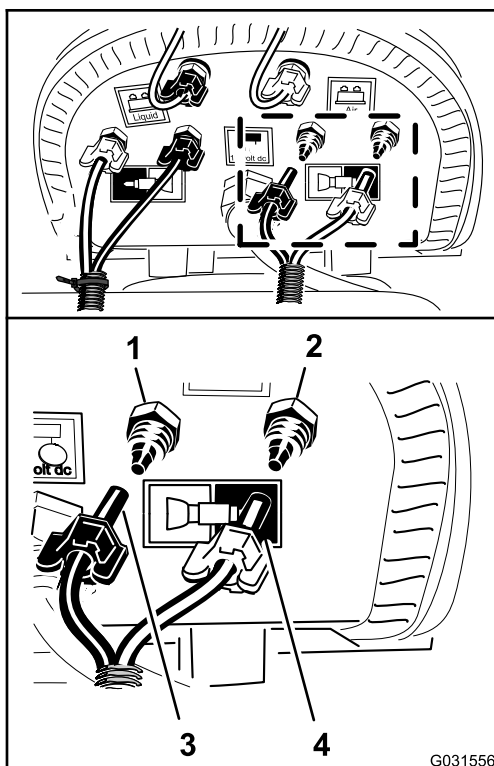

Рисунок 146
- Подсоедините немаркированную (без кабельной стяжки) трубку, надев синюю трубку левой секции опрыскивателя на обжимной фитинг водяного контура левой секции опрыскивателя (Рисунок 146).
6. Наденьте зажимную гайку трубки на фитинг и затяните гайку от руки (Рисунок 146).
7. Подсоедините прозрачную трубку левой секции опрыскивателя к обжимному фитингу воздушного контура левой секции опрыскивателя (Рисунок 146).
8. Наденьте зажимную гайку трубки на фитинг и затяните гайку от руки (Рисунок 146).